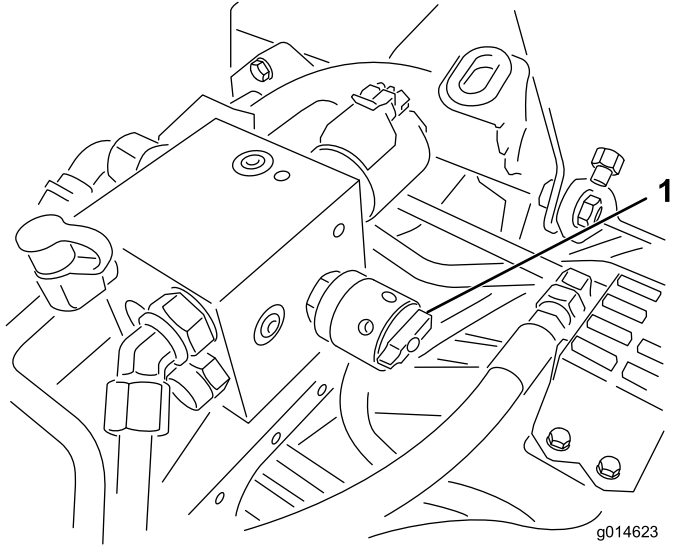

Bild 48
4. Drehen Sie zum Einstellen der Spindeldrehzahl das Handrad (Bild 48), bis die Zeiger auf die Nummer zeigen, die der gewünschten Einstellung entspricht.